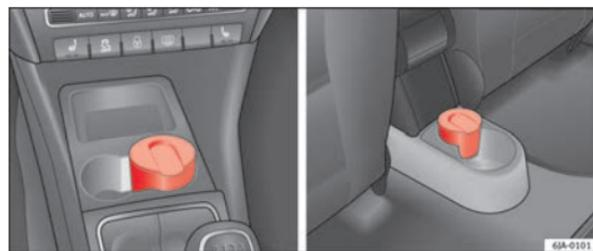

Fig. 84 Console centrale : cendrier avant/arrière
- Retirez le cendrier ⇒ fig. 84 en tirant vers le haut.